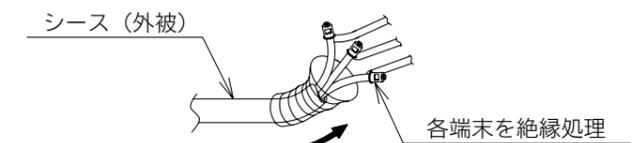

図8 自己融着テープ等により各端末を絶縁処理した後にシース（外被）部から絶縁処理をおこなってください。
1. 投光器の口出線（3心キャブタイヤケーブル）に接続する配線は600Vビニル絶縁ビニルキャブタイヤケーブルと同等以上の性能を有するケーブルを使用し、器具からの口出線の黒、白線に電源を結線してください。その際、結線には確実に絶縁処理を施してください。絶縁処理は導体部分のみではなくシース（外被）部も含めておこなってください。不十分な場合、電線からの浸水による絶縁不良や、ランプ不点の原因になることがあります。（図8）